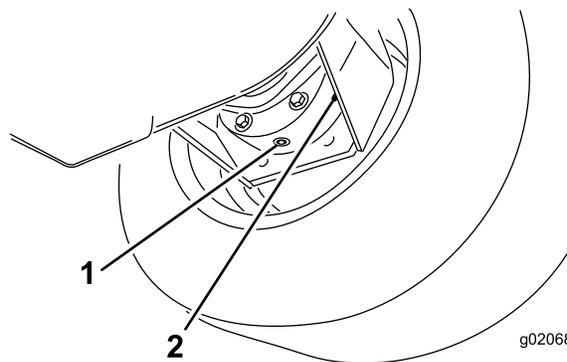

Рисунок 89
3. Подставьте поддон под корпус тормоза, снимите пробку и дайте маслу стечь (Рисунок 89).